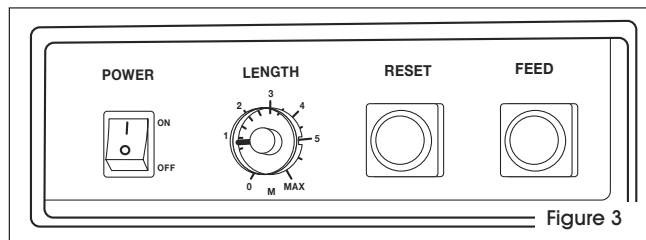

Figure 3
1. Pour régler la longueur de feuillard distribuée : Déterminez la longueur de feuillard dont vous avez besoin. Ajustez le contrôle de 0 à 6. Les longueurs sont indiquées en mètres. 1 = 3 pi de feuillard. Exemple : pour 6 pi de feuillard, choisissez « 2 ». (Voir Figure 3)
2. Mettez l'appareil en marche, « ON ». Laissez la cerceuse se réchauffer de 3 à 4 minutes. Le feuillard ne se scellera pas si la lame de chauffage n'est pas assez chaude. (Voir Figure 3)
3. Préalimentation du feuillard : Maintenez le bouton d'alimentation « FEED » enfoncé jusqu'à ce que la longueur de feuillard souhaitée soit distribuée. (Voir Figure 3)